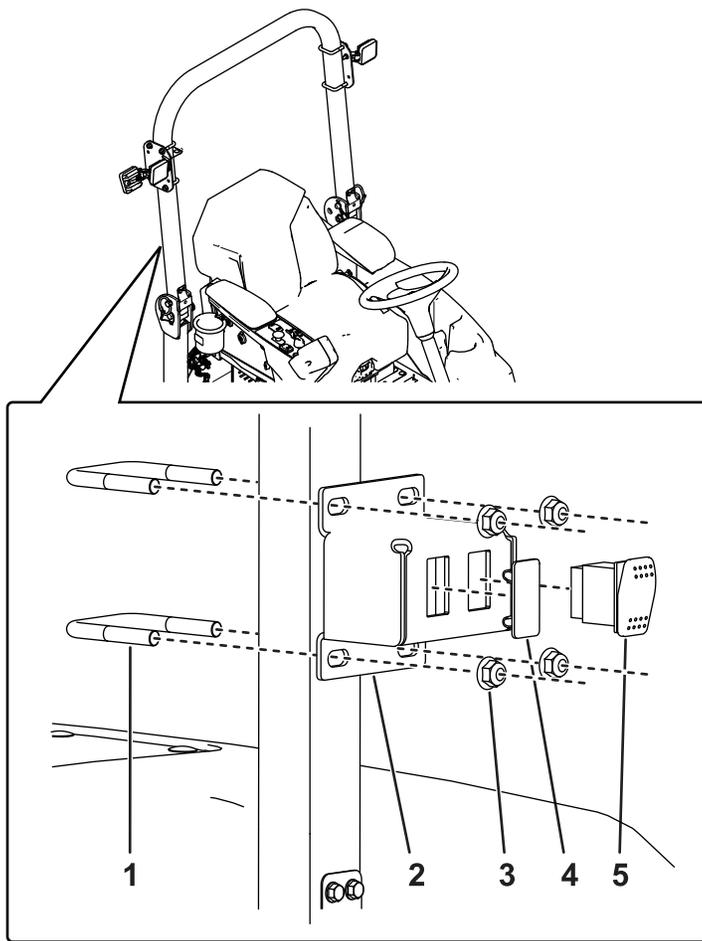

図 3
3. 図 3 のように、スイッチブラケットにスイッチとホールプラグを取り付ける。
4. ロールバーの前側にスイッチアセンブリを取り付ける U ボルト 2 本とロックナット $\frac{3}{8}$ " を使用して 図 3 のように取り付ける。